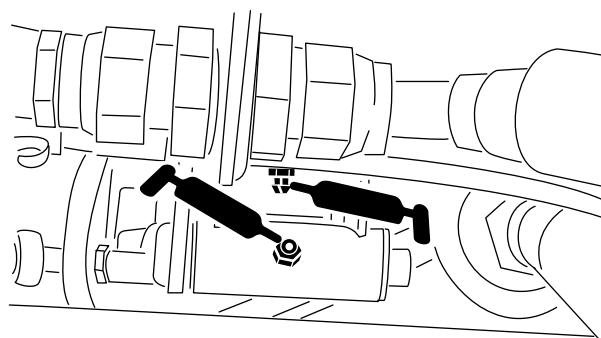
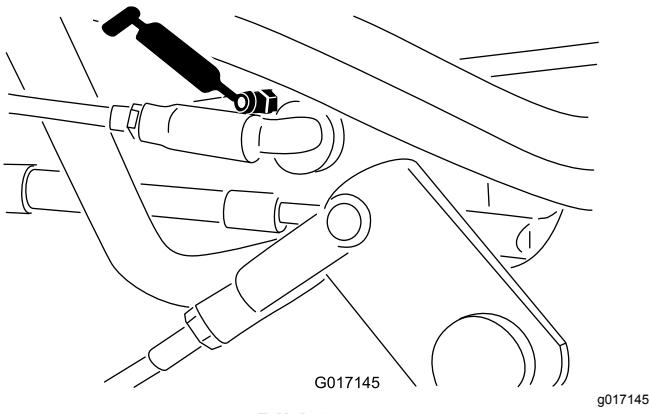

Bild 34
Bild 35
- Geschwindigkeitsschaltgestänge (Bild 34 und Bild 35).